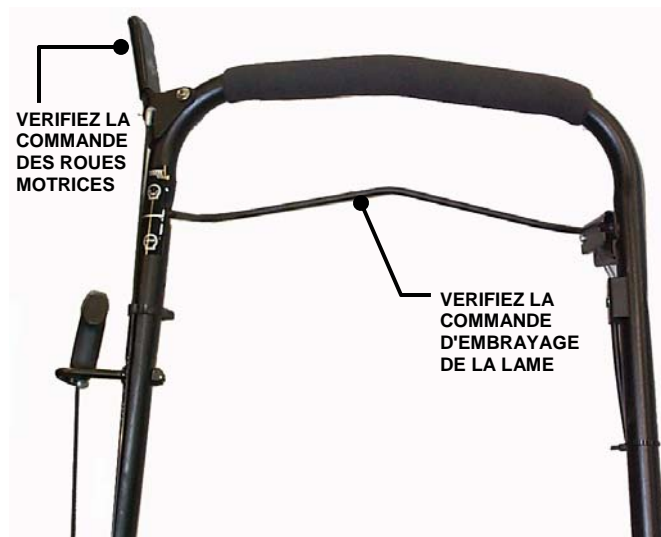

FIGURE 2.1
2.1.2. Vérifiez le bon fonctionnement de la commande d'embrayage de la lame et celle des roues motrices, vous devez pouvoir les bouger facilement. Voir figure 2.1.